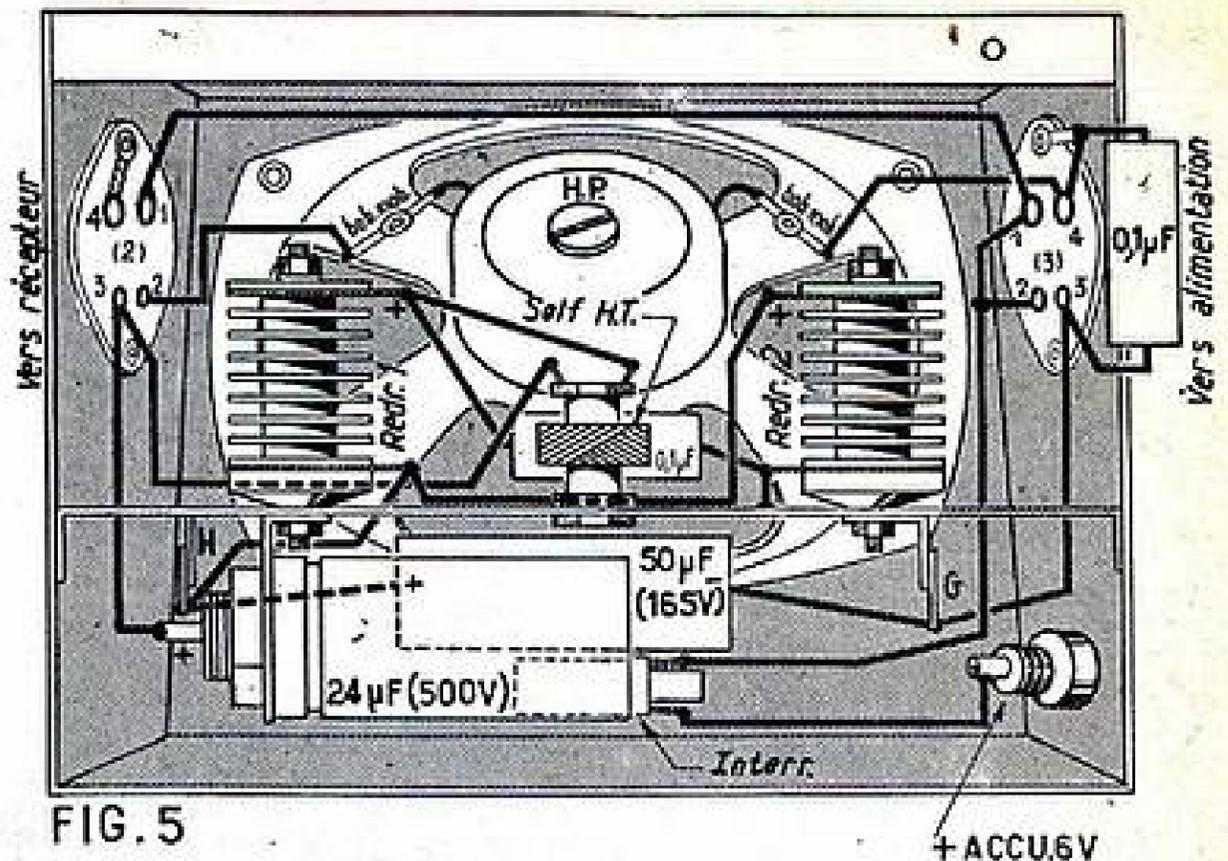

FIG. 5
Le haut-parleur et le doubleur de tension sont placés dans un petit coffret métallique dont la face avant est inclinée et munie de fentes. Cette face sert de baffle au haut-parleur. Ce dernier est du type à membrane elliptique de 10×14 cm. Il est à aimant permanent. On le fixe par quatre boulons à l'intérieur du boîtier sur la face avant. Sous le haut-parleur, on place un interrupteur tumbler (voir fig. 5). Sur une des faces latérales du coffret on fixe une prise à quatre broches (2) et sur l'autre face latérale une autre prise à quatre broches (3) et une douille isolée pour le branchement du pôle + de l'accumulateur. Sur une vis de fixation de chaque prise, on prévoit une cosse.